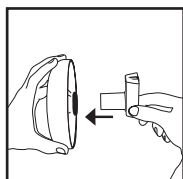

FIGURE 8
11. Monter la roue sur l'essieu de façon que la face lisse de la roue soit orientée vers l'extérieur. **FIGURE 8.**